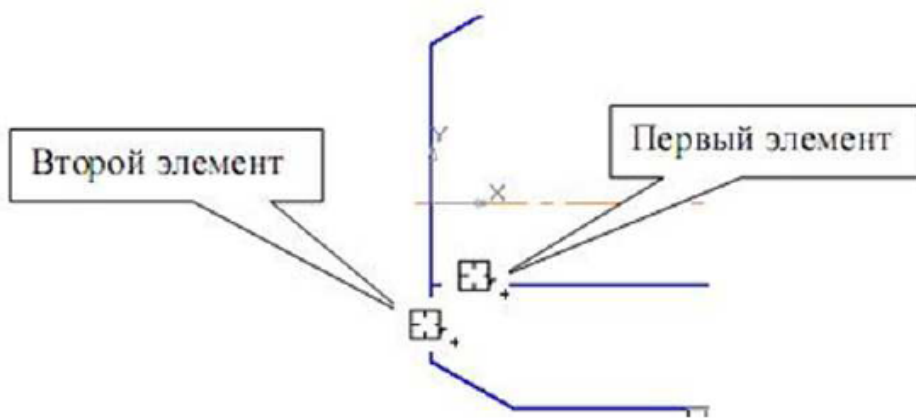
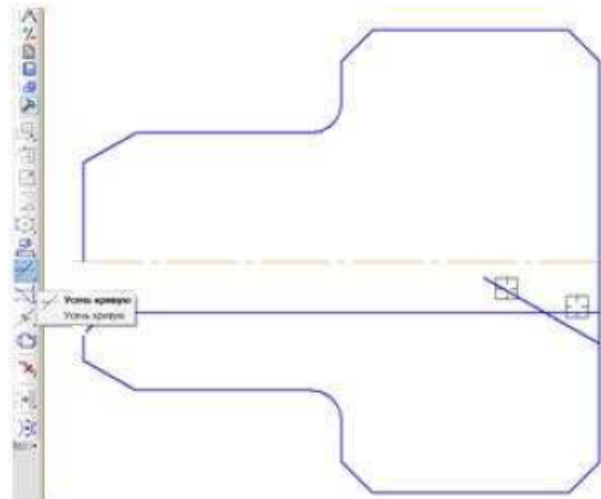

Рисунок 47 – Построение элемента фаски 8x45°
Рисунок 49 – Редактирование элемента фаски
7 Для построения фаски с катетом  $8 \times 45^\circ$ , рис. 33 задания. На панели **Геометрия**  вызовите команду **Фаска** . Введите данные значения катета 8 и угол  $45^\circ$ , и постройте фаску рис. 47.
Выберите **Отрезок** , зафиксируйте координату первой точки  $\tau_1$  (левая кнопка мыши) так как показано на рис. 47, б, введите угол 150°, затем с помощью курсора проведите отрезок и зафиксируйте вторую точку произвольно, как на рисунке. (Угол 150° получили путем складывания 90°+60°, рис. 49, а).
Редактирование элемента фаски (Рис. 49, б).
**Редактирование** , выберите команду "Усечь кривую" . Наведите курсор  как это показано на рис. 49, б и удалите ненужные части отрезков (последовательно) нажимая левую кнопку мыши.